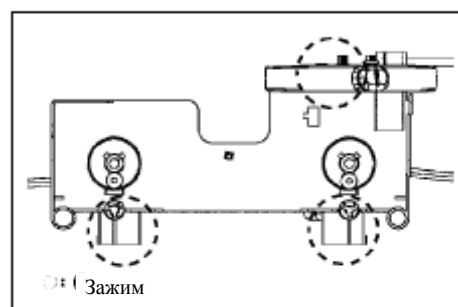

Рис. 432
- (4) Снимите три защелки механизма управления и демонтируйте механизм управления(рис. 432)